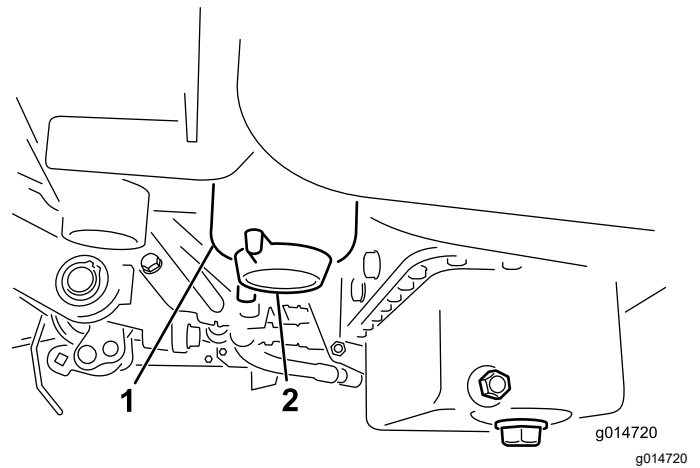

Figura 33
2. Limpe a área onde o canister do filtro está instalado (Figura 33).
4. Abra o bujão de drenagem do filtro (Figura 33).